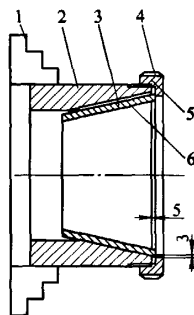

图3 车锥孔工装
(1) 车内锥孔工装结构 该工装由定位套 2 和夹紧螺母 4 两部分组成,如图 3 所示。
(2) 工装的使用方法